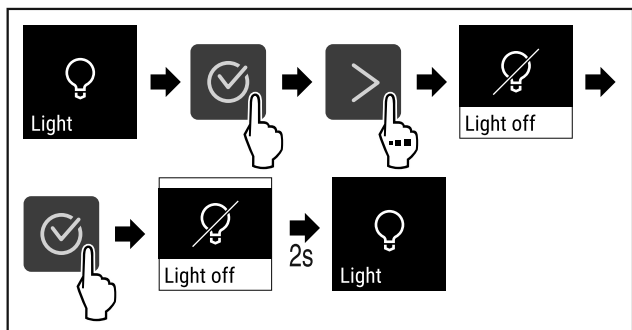

Fig. 85
- ▶ Eseguire i passi (vedere Fig. 85) .